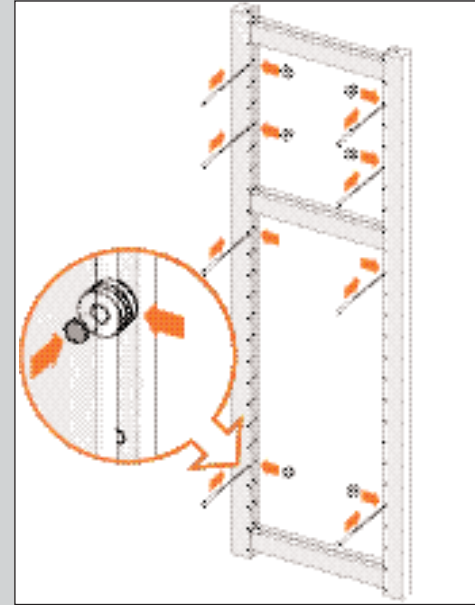

ABBILDUNG 6
1. Setzen Sie die durchsichtigen Glasführungen in Höhe der Löcher in den Ständer ein (siehe Abb. 6). Die besten Stellen sind das vierte Loch über dem Riegel und das zweite Loch unter dem Riegel.
2. Fixieren Sie die Glasführungen mit Tragstiften (siehe Abb. 6).